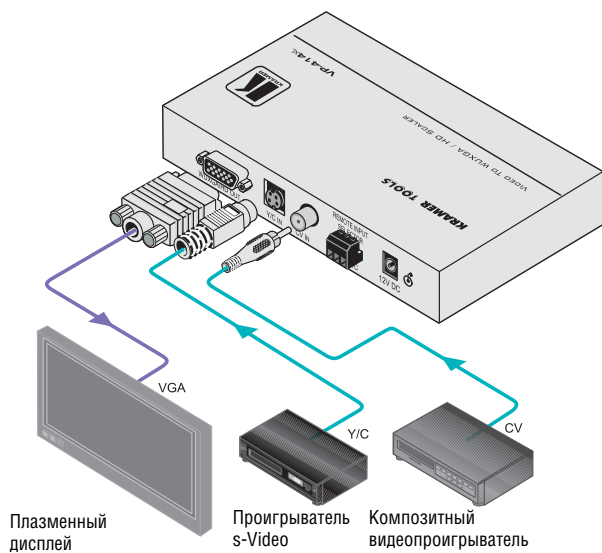

Рис. 6. Подсоединение VP-414x1
Чтобы подсоединить **VP-414xl** в соответствии с примером, приведенном на рис. 6, действуйте в следующем порядке (предварительно отключив всю аппаратуру):
3. Подсоедините сетевой адаптер 12 В постоянного тока к розетке входа электропитания, а адаптер подсоедините к розетке электросети (на рис. 6 не показан).
5. При необходимости подсоедините (это соединение не показано на рис. 6) контакты устройства дистанционного управления замыкания контактов (см. раздел 5.3).